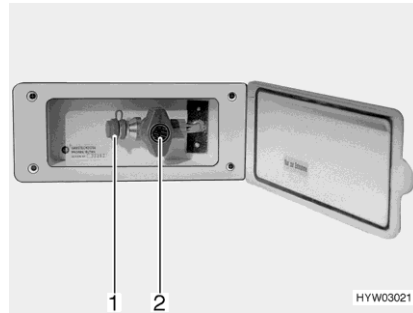

Bild 111 Extern gasanslutning
- Anslut den externa gasapparaten till anslutningar (Bild 111,1).
- Öppna gasavstängningsventilen (Bild 111,2).